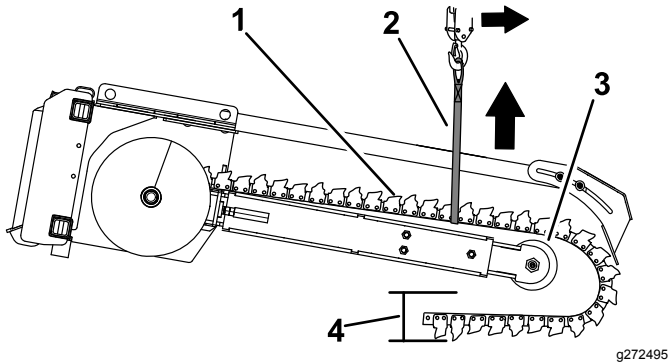

Figure 16
1. Abaissez le matériel de levage jusqu'à ce que le bout de la chaîne d'excavation repose sur le sol (Figure 16).
3. Démarrez la machine et abaissez l'élinde jusqu'à ce que la poulie de tension se trouve de 31 à 36 cm (12 à 14 po) au-dessus du sol (Figure 16).
6. Enroulez la sangle de levage autour de la chaîne d'excavation au niveau de la poulie de tension et attachez la sangle au matériel de levage (Figure 16).
7. Élevez le matériel de levage et déposez la chaîne d'excavation de l'élinde (Figure 16).